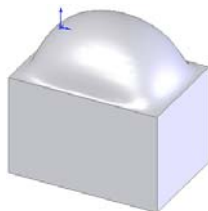

图 4-16 特型的图形
**06** 确认特型特征。单击属性管理器中的“确定”图标按钮，结果如图 4-16 所示。